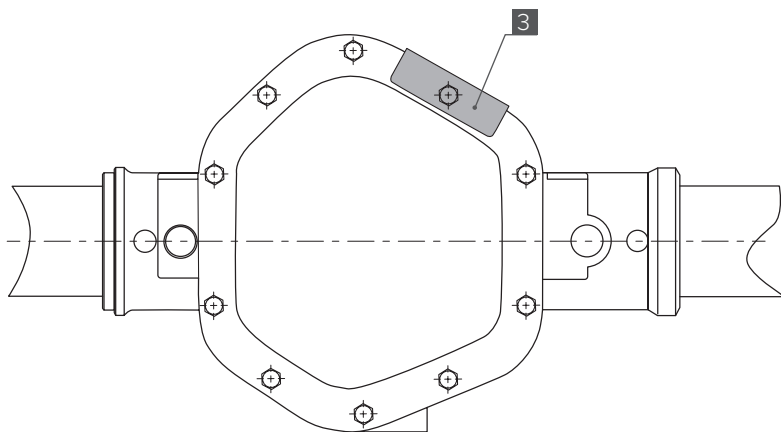

Рис. 10
12. Установите защитный кожух [3] штуцера ввода воздуха в мост под болт крепления крышки согласно **Рис. 10**.